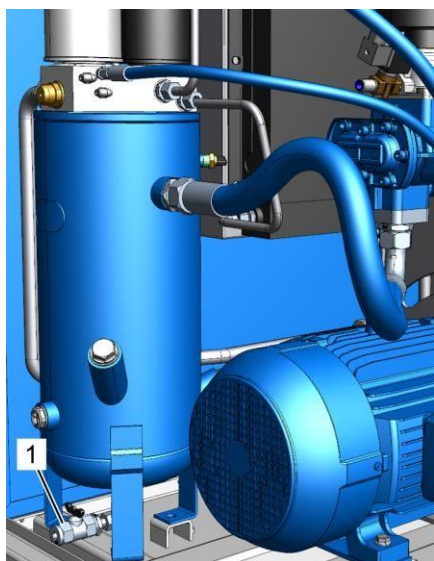

Рис. 44: Отверстие для слива охлаждающей жидкости
6. Откройте отверстие для слива охлаждающей жидкости (Рис. 44/1).
7. Закройте отверстие для слива охлаждающей жидкости (Рис. 44/1).